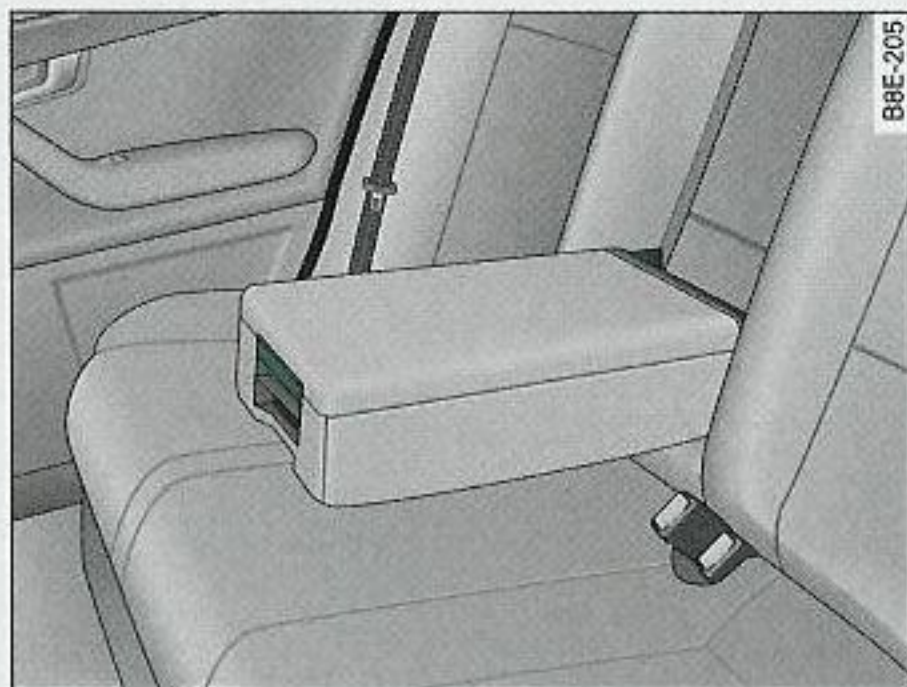

Fig.241 Reposabrazos central del asiento trasero: Compartimento para el botiquín
- Tire del asa ⇒ fig. 241 hacia arriba para abrir el compartimento.